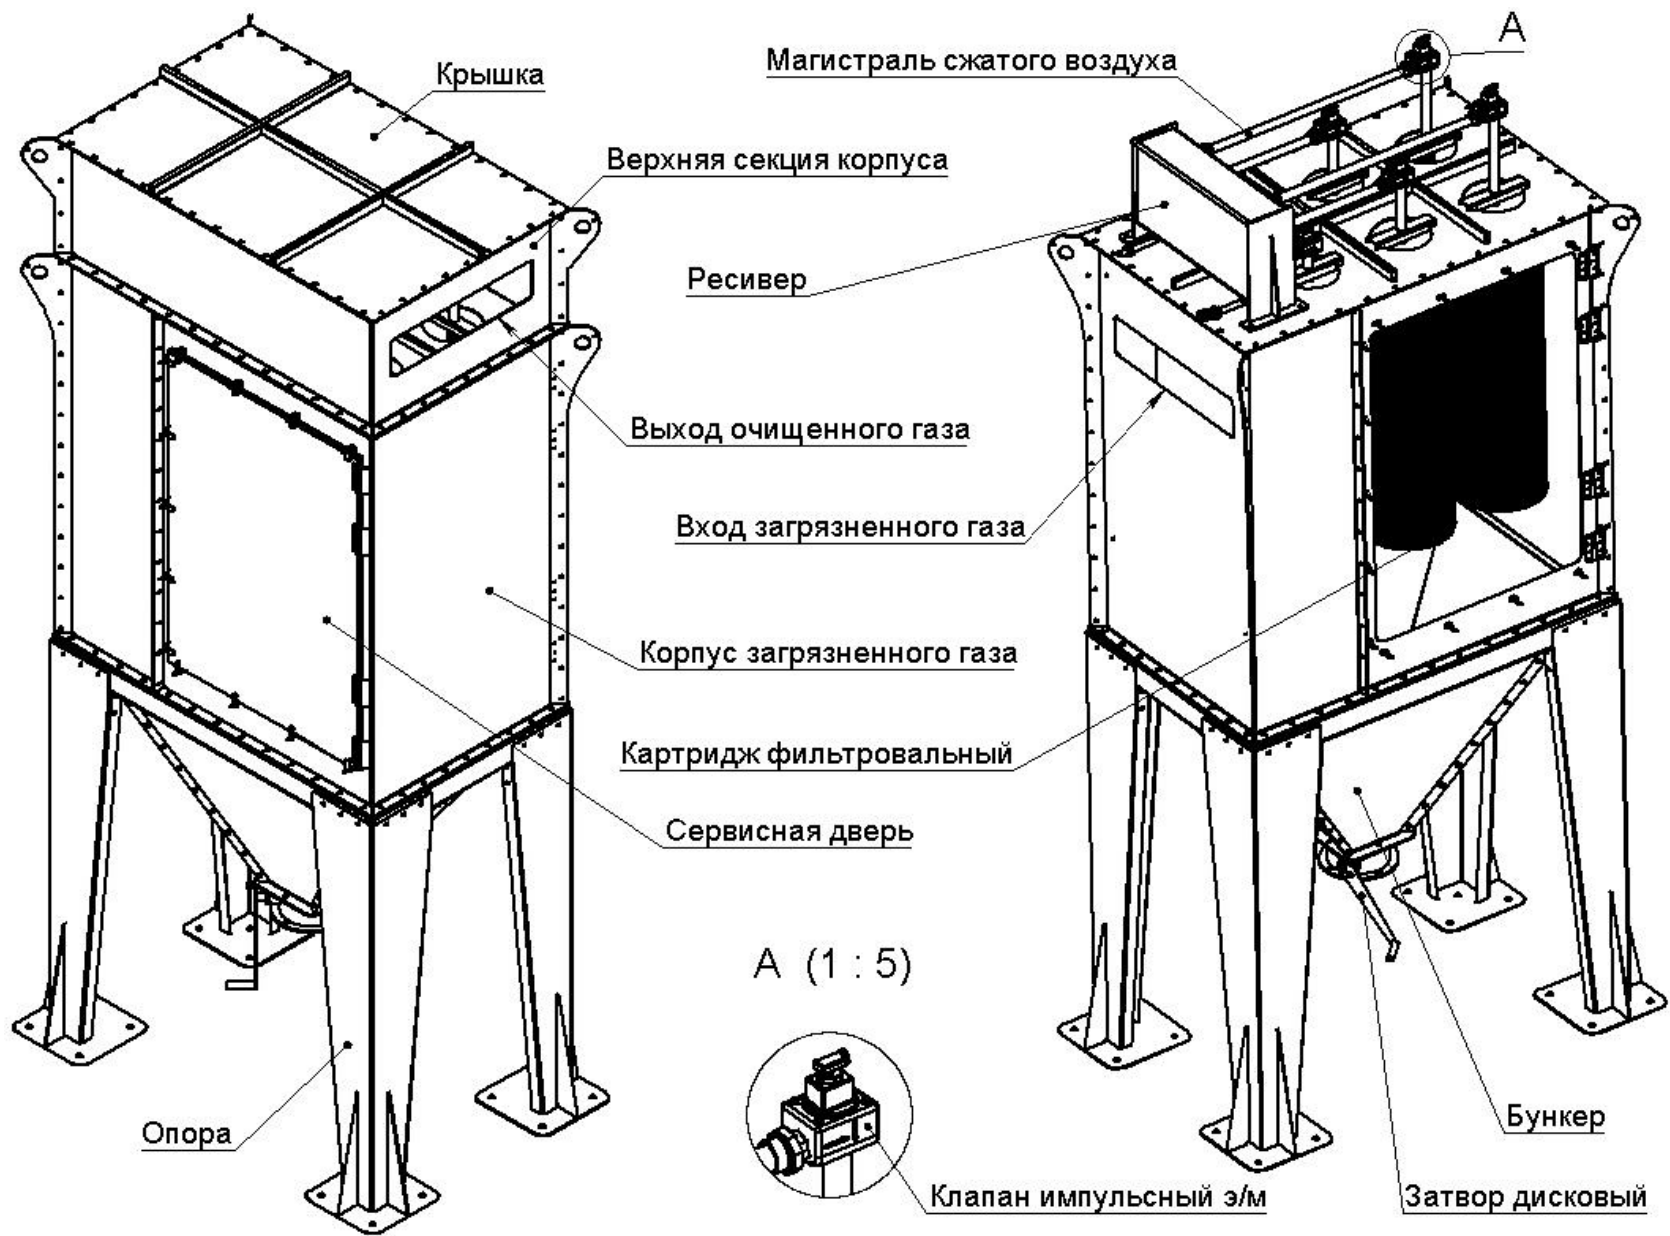

Рисунок 1 - Конструкция Установки
- Открыть сервисные двери (рис. 1);